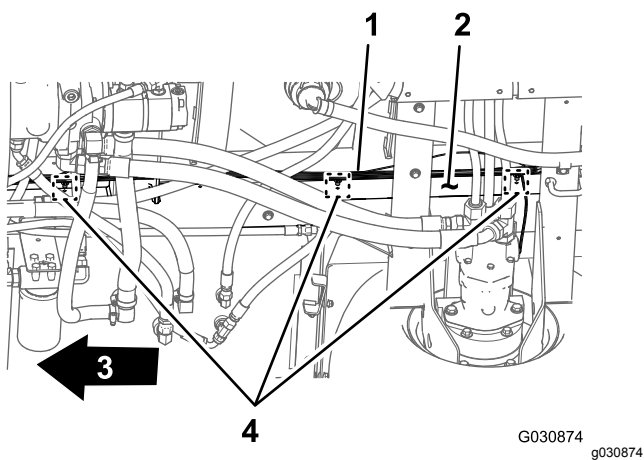

图 85
- 沿右机架管向前布置电气线束的 180cm、108cm 和 127cm 支管 图 85。
- 将后线束 127cm 支管的压入式锚栓插入右机架管中拆卸旧后线束枞树形锚栓所使用的孔中 图 85 请参阅 断开前、后线束 \(页码 22\) 中的步骤 3。